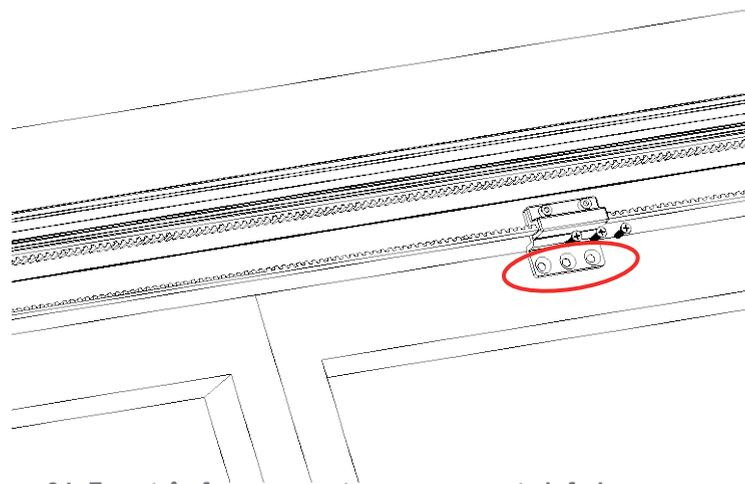

Figura 34: Faça três furos na porta para o suporte inferior.
3. Use os três orifícios no suporte inferior para marcar as posições desses orifícios na porta (Figura 34).
4. Faça furos de 6 mm na porta nessas três posições (Figura 34).